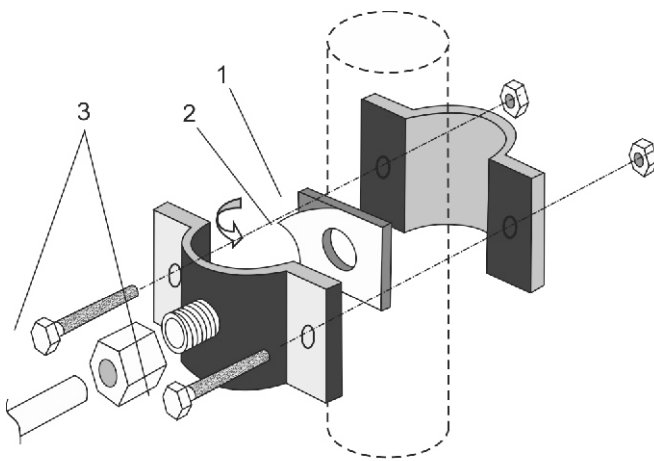
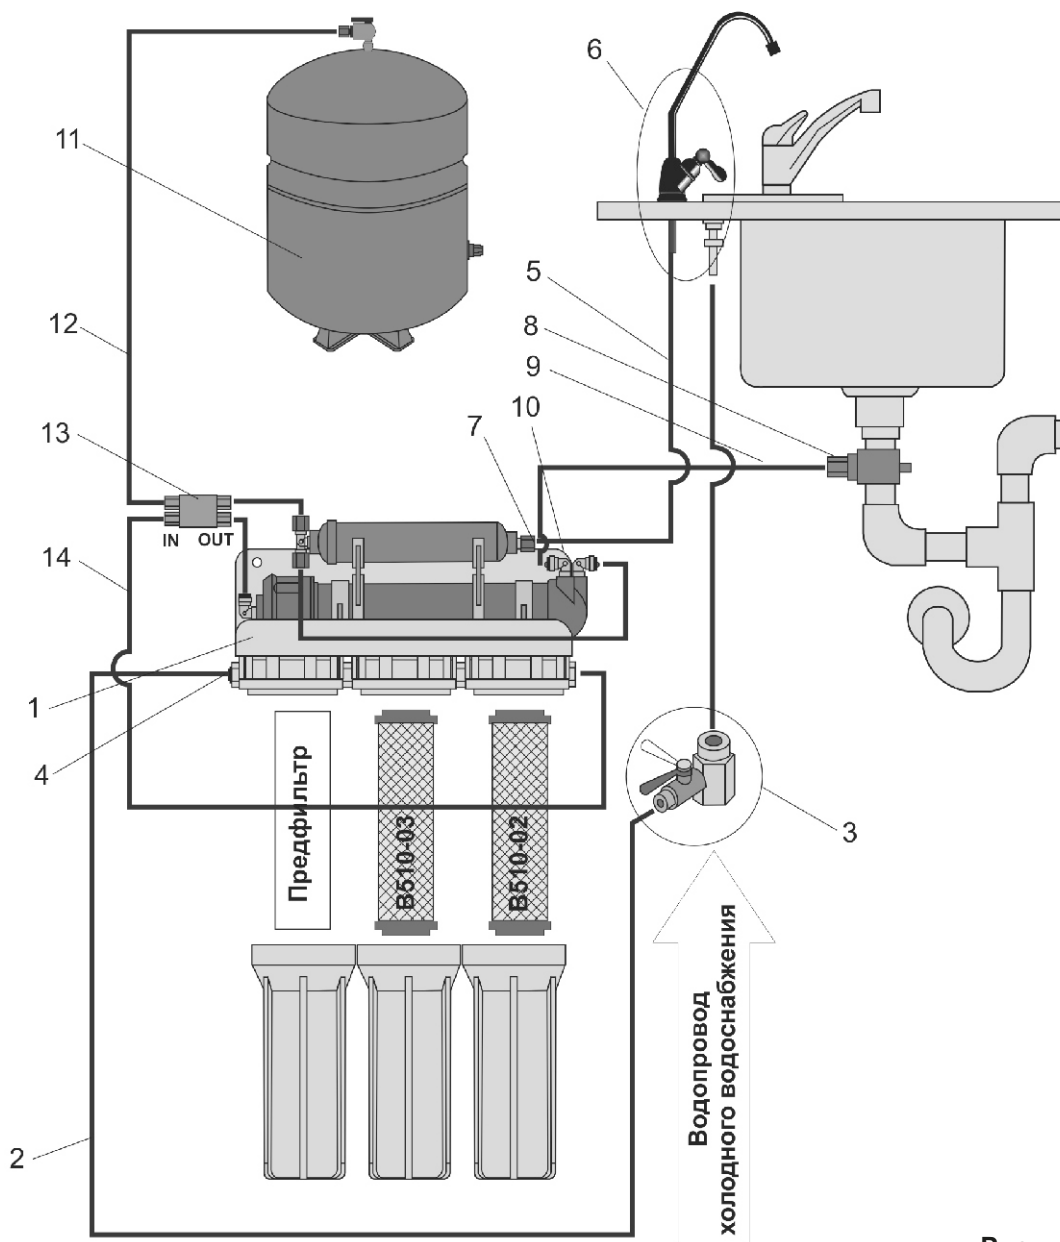

Рисунок 4
Рисунок 7
9. Дренажный хомут (рис.4)	1 шт.
Установка водоочистителя (рис.7).
- **К дренажному хомуту (8).** На трубку (9), отходящую от дренажного штуцера корпуса мембранного элемента (10) (см. рис.7) наденьте пластиковую гайку и наверните гайку (4) на штуцер дренажного хомута (см. рис. 4).
- **К баку-накопителю (11).** На пластиковую подводящую трубку наденьте накидную гайку, вставьте в трубку пластиковую гильзу и наверните гайку на штуцер крана бака-накопителя. Другой конец трубки (12) подсоедините к свободному штуцеру мембранного клапана (13). Для этого вставьте предварительно смоченный водой конец трубки во втулку штуцера до упора на глубину примерно 15 мм.
- Отсоедините трубку JG (14) от штуцера мембранного клапана (13). Соединение JG: выньте из под пластиковой втулки стопорную клипсу, нажмите на торец пластиковой втулки, вытяните трубку (или открутите накидную гайку – соединение JACO).
- Слейте через эту трубку воду в течении 15 минут, открыв основной вентиль системы холодного водоснабжения и входной кран* (см. Рисунок 7 позиция 3).
- Подсоедините трубку JG (14) (просто вставьте предварительно смоченный водой конец труб-ки во втулку мембранного клапана (13) до упора на глубину примерно 15 мм) или накрутите накидную гайку.
1. Закройте кран на баке-накопителе (флажок крана должен быть повернут перпендикулярно выходящей трубке) и откройте входной кран* (см. Рисунок 7 позиция 3).
Для замены постфильтра угольного (см. рис. 7):